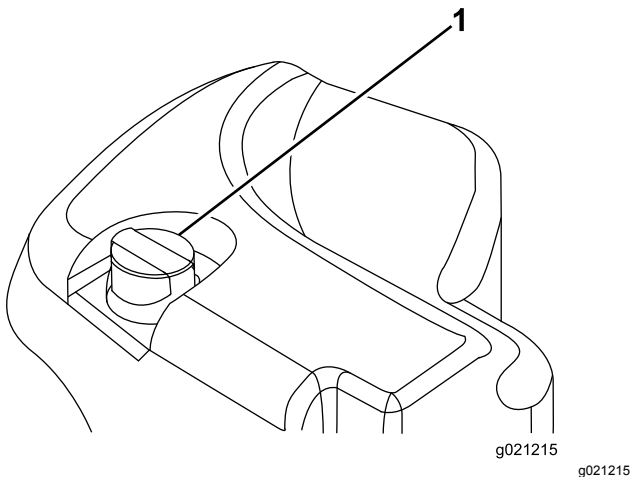

Bild 30
2. Reinigen Sie den Bereich um den Füllstutzen und den Deckel des Hydraulikbehälters (Bild 30). Schrauben Sie den Deckel vom Füllstutzen ab.